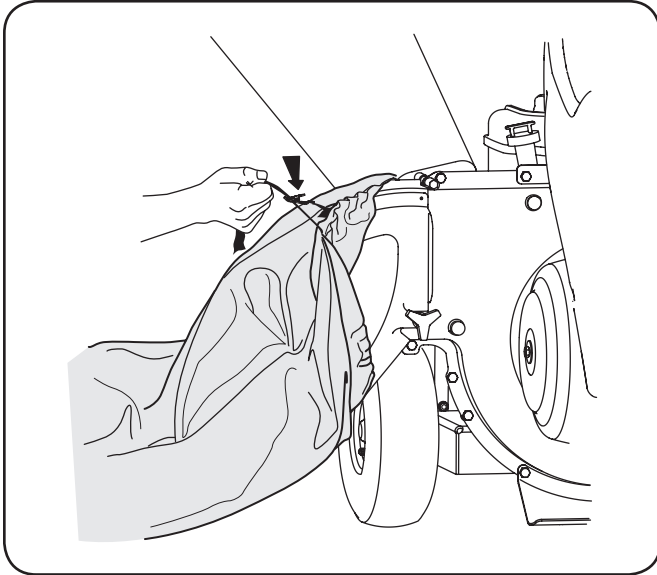

Figure 5-1
3. Vacíe la bolsa y vuelva a colocarla en la abertura del canal de descarga. Tire de la cuerda hasta que la bolsa esté ajustada alrededor de la abertura del canal y sujete la cuerda apretándola contra el canal deflector. Vea la Figure 5-1.